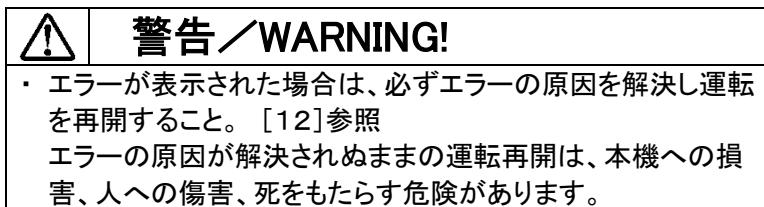

図 10-28
1) 発生中のエラーメッセージ(図 10-28、図 10-29)